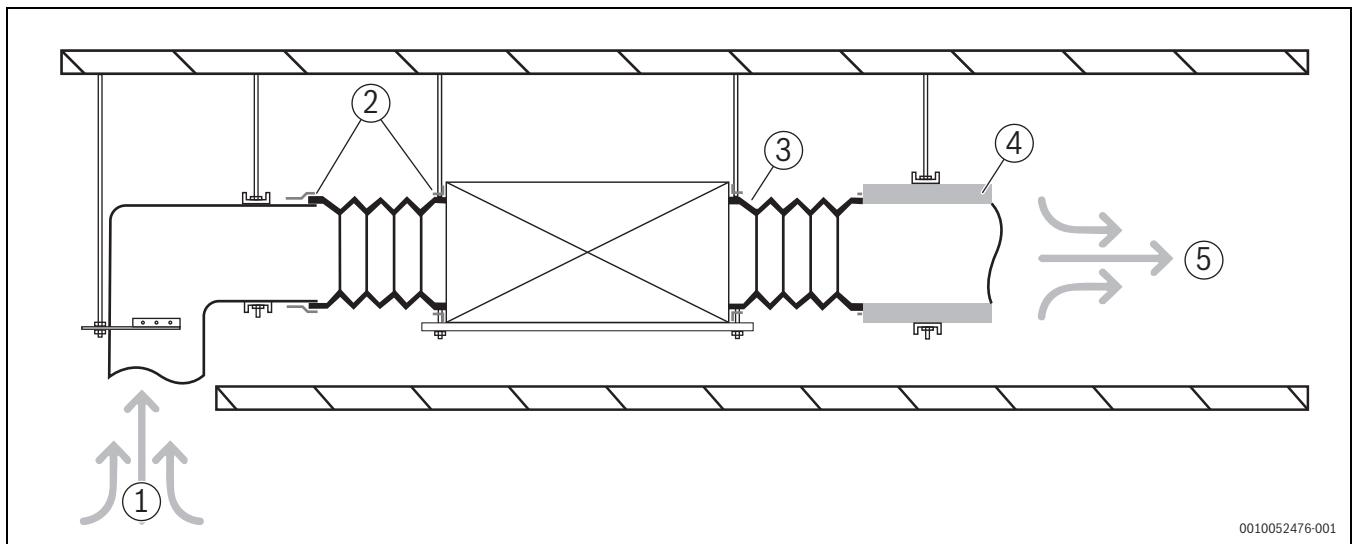

Fig. 28 Gainable avec nécessité de pression statique
6. Raccorder la gaine d'air comme indiqué sur la fig. 28. Préparation sur le site requise pour tous les composants à l'exception de l'unité.
#### Légende de la fig. 28: